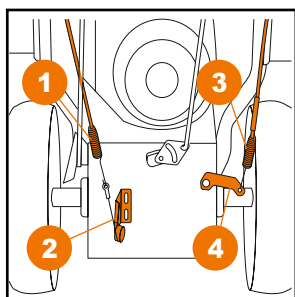

Рис.13
- Зацепите левый трос привода на колеса (1) в специальном кронштейне (2) в нижней части машины (Рис. 13).
- Зацепите правый трос привода шнека (3) в специальном кронштейне (4) в нижней части машины (Рис. 13).